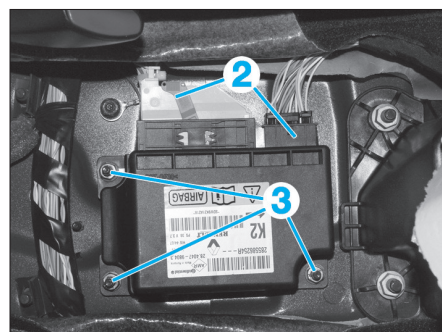

FIG. 14
- Débrancher les deux connecteurs (2) du calculateur d'airbag (Fig.14).
- Déposer les trois écrous de fixation (3).